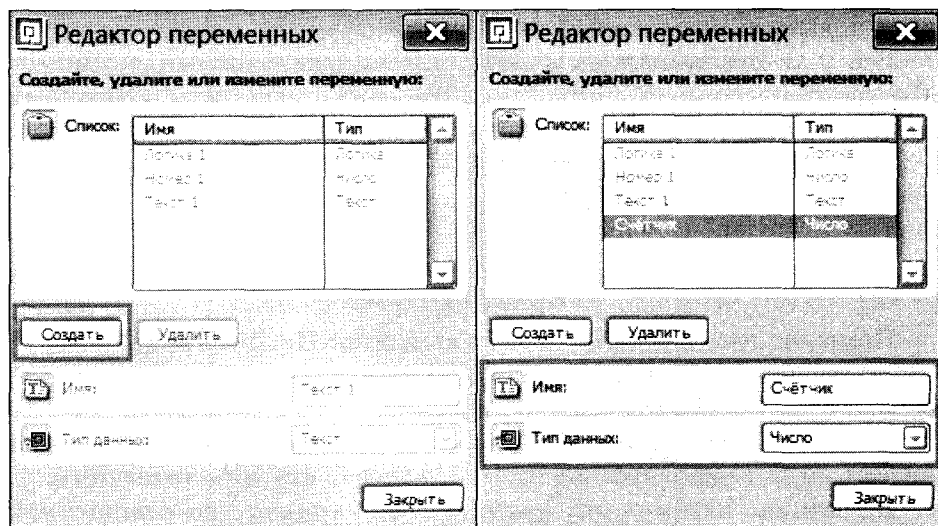

Рис. 195. Редактор переменных
3. Задайте переменной легкое для понимания имя и укажите тип данных (т. е. текстовый, числовой или логический). В нашем случае надо посчитать посетителей — выберите **Число** (рис. 195).